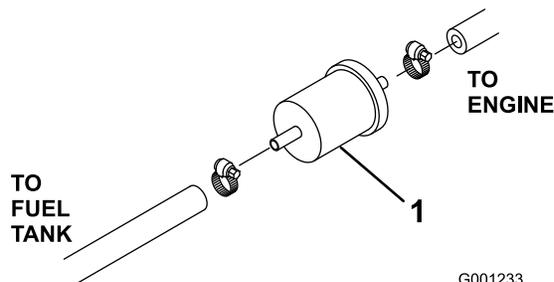

Figura 51
1. Vede cada uma das tubagens de combustível que se encontram ligadas ao filtro de combustível, de modo a evitar o escoamento de combustível quando retirar as tubagens (1)(Figura 51).